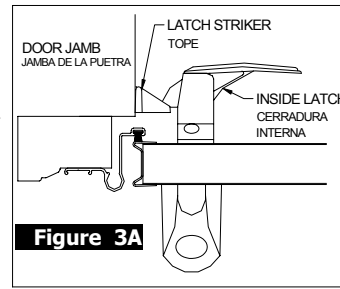
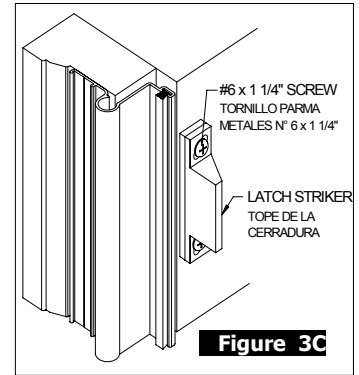

Figure 3A
Figure 3C
A. Hold the door closed from the inside and slide the striker behind the latch. Mark the mounting slot locations through the slots of the striker onto the door jamb. **Figure 3A**
C. Secure the latch striker with two (2) #6 x 1 1/4" screws.
Asegure el tope con dos (2) tornillos N° 6 x 1 1/4". **Figure 3C**
A. Maintenez la porte fermée et glissez la gâche derrière le loquet. Marquez l'emplacement des fentes de fixation de la gâche sur le montant de porte. **Figure 3A**
B. Ouvrez la porte, enlevez la gâche et percez deux (2) avant-trous de 3/32 po. aux endroits marqués.
C. Fixez la gâche au moyen de deux (2) vis n° 6 de 1 1/4 po. **Figure 3C**